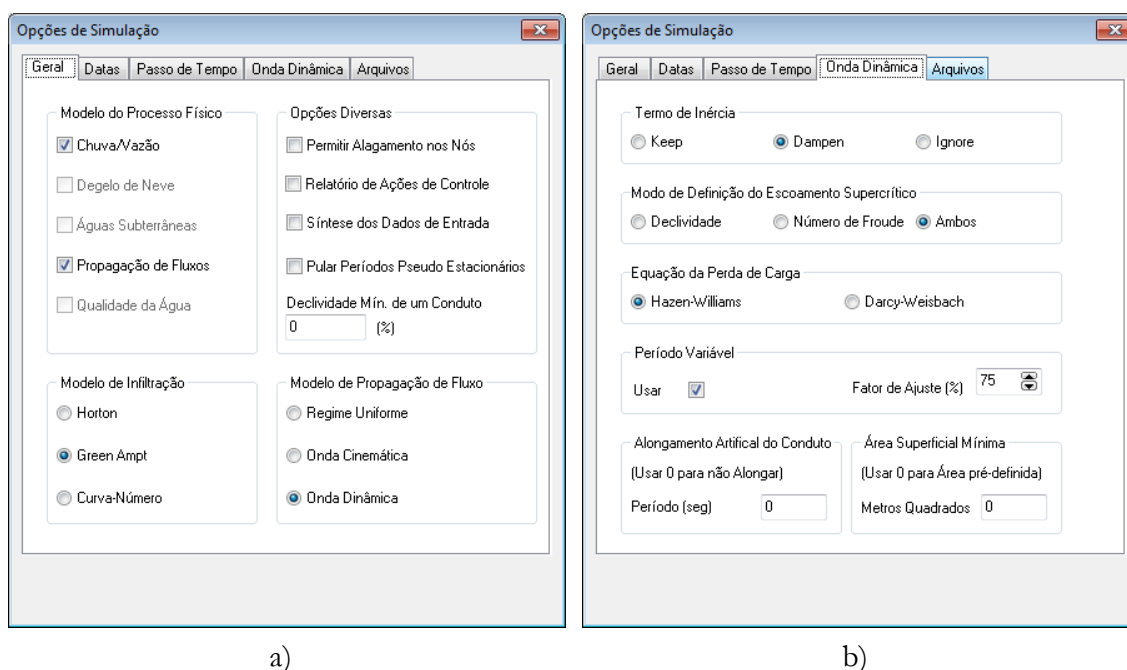

Figura 2.20 - Opções de simulação do método da Onda Dinâmica
2. Aparecerá a caixa de diálogo de Opções de Simulação (ver Figura 2.20.a). Sobre esta caixa de diálogo deve-se selecionar, como método de propagação de fluxo, o método da Onda Dinâmica.
3. Na aba de Onda Dinâmica da janela de diálogo, empregar as opções mostradas na Figura 2.20.b13.